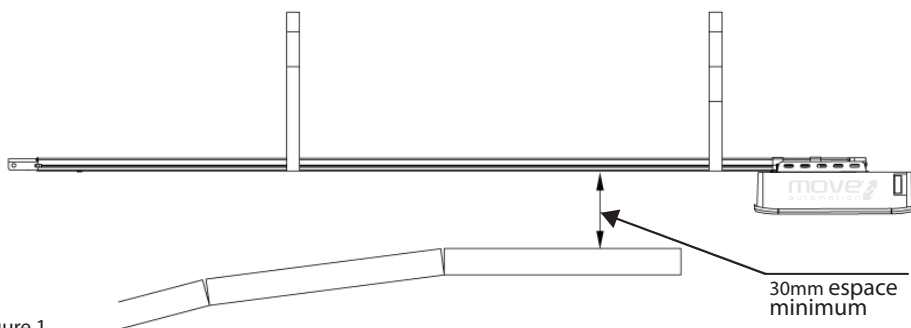

Figure 1
5. Un espace minimum de 30 mm doit exister entre le bas du rail et le haut de la porte sectionnelle. (voir fig. 1)